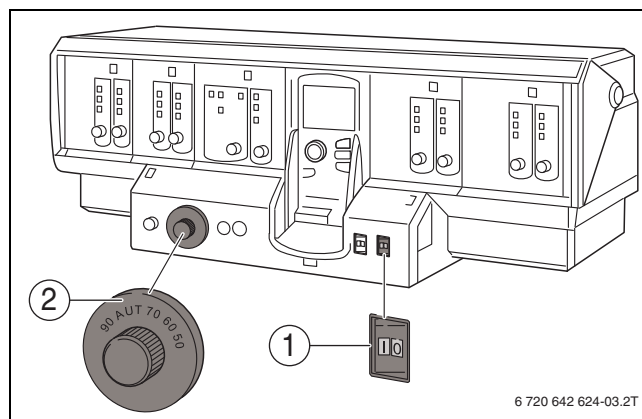

Рис. 39 Включите отопительную установку на системе управления (Logamatic 4000)
- ▶ Переведите пусковой выключатель (→ рис. 39 [1]) на обеих системах управления в положение I (ВКЛ).